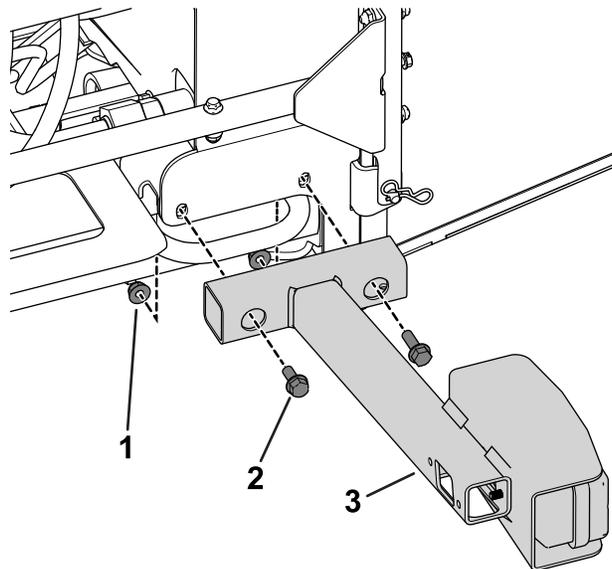

Figura 8
B. Utilize quatro parafusos (5/16 pol. x 3/4 pol.) e quatro porcas (5/16 pol.) para prender as montagens da luz traseira na estrutura do radiador (Figura 8).